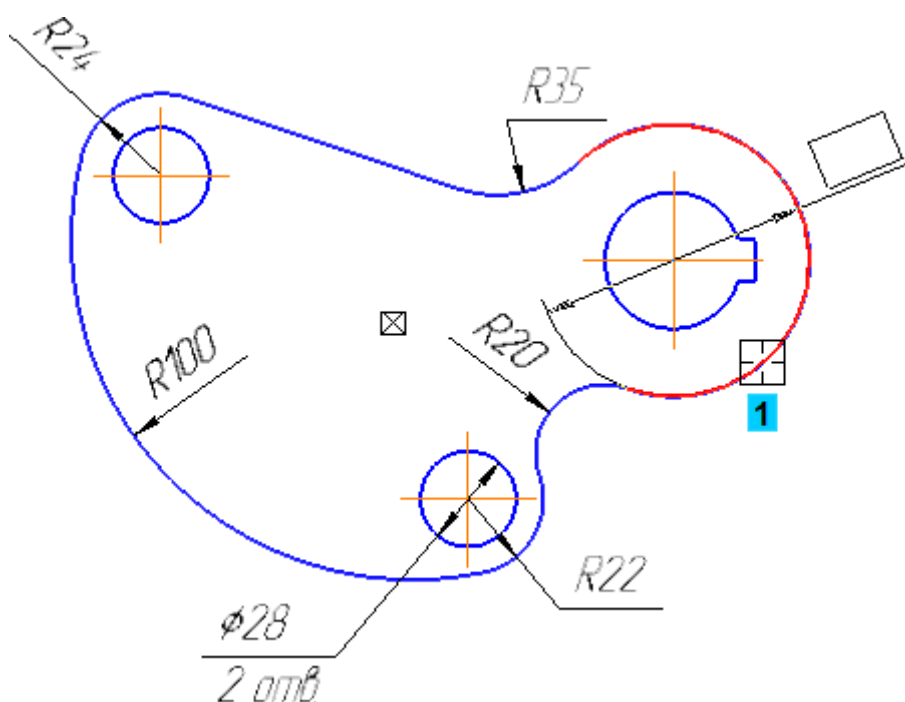

Рисунок 25.
- Укажите дугу (курсор 1) (рис. 25).